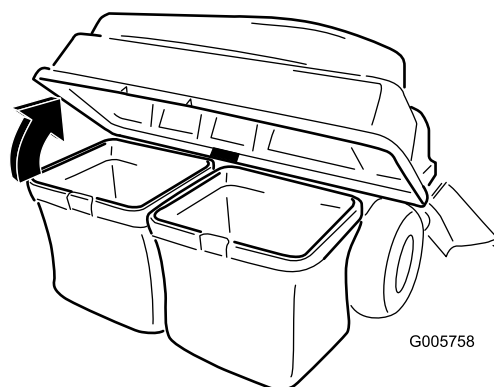

Figura 18
3. Alzate il coperchio del sistema di raccolta per aprirlo (Figura 18).